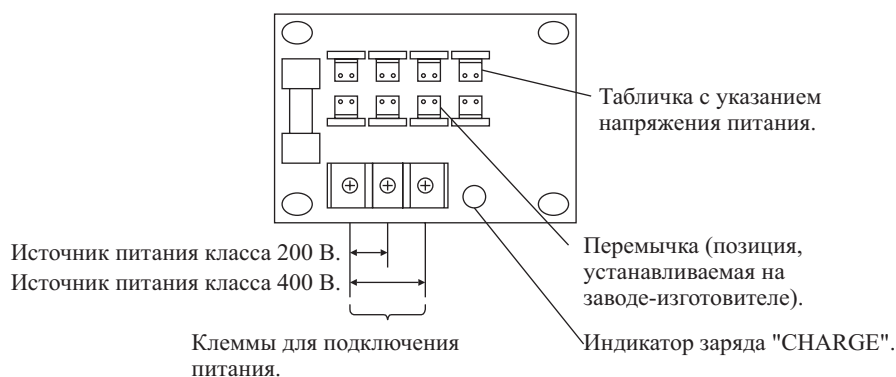

Рисунок 4-2 Соединения, выполняемые для Инверторов с большой выходной мощностью.
4. Установите переключку в позицию, соответствующую напряжению питания Инвертора (см. рисунок 4.2).